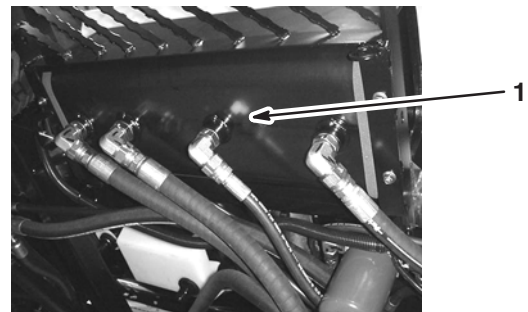

Bild 43
2. Reinigen Sie den Bereich um einen der Hydraulikschlauchanschlüsse unten am Hydrauliköltank (Bild 43).
4. Nehmen Sie den Schlauchanschluss vom Tank und lassen Sie das Öl in die Wanne ablaufen (Bild 43).